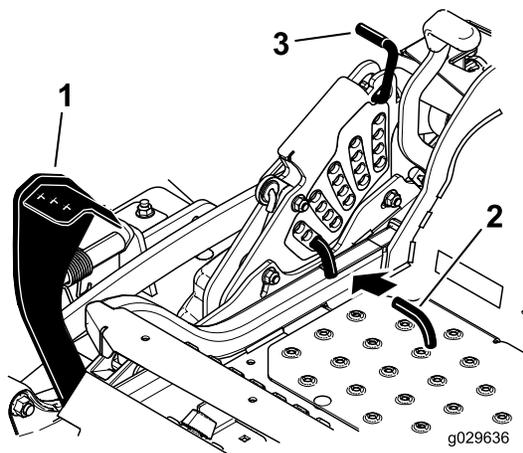

Figure 27
3. Pour changer de hauteur de coupe, tournez la goupille de 90 degrés retirez-la du support de hauteur de coupe (Figure 27).
4. Placez la goupille dans le trou du support correspondant à la hauteur de coupe voulue (Figure 27).